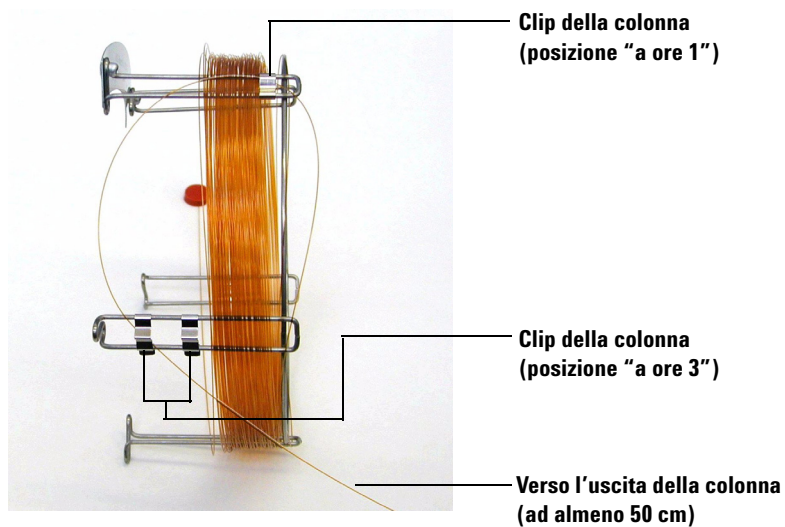

Figura 6 Passaggio della colonna attraverso la posizione "a ore 3"
- 5 Successivamente, far passare il lato di uscita della colonna nelle clip posizionate “a ore 3” in modo che l'uscita della colonna sia rivolta verso la parte posteriore della struttura della colonna. Controllare che la parte della colonna che si trova tra le due clip NON vada sopra l'etichetta della colonna. Vedere la Figura 6.